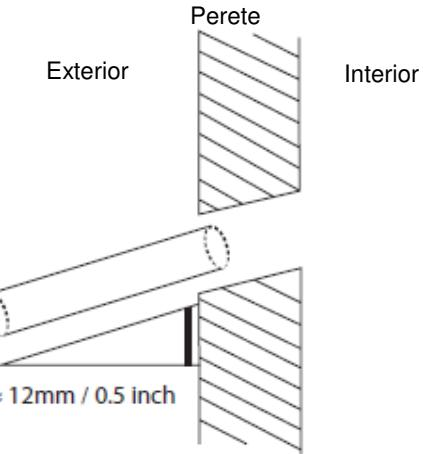

Fig. 6.5
3. Folosind un cap de carotiera de 65 mm (2,5"), faceti o gaura in perete. Asigurati-vă ca gaura este efectuata la un unghi inclinat usor in jos astfel incat capatul exterior al gaurii sa fie mai jos decat capatul interior cu aproximativ 12 mm (0,5"). Aceasta va asigura evacuarea corecta a apei (consultati Fig. 6.5). Asezati in gaura mansonul de protectie pentru perete. Acesta protejeaza marginile gaurii si o etanseaza la finalul instalarii